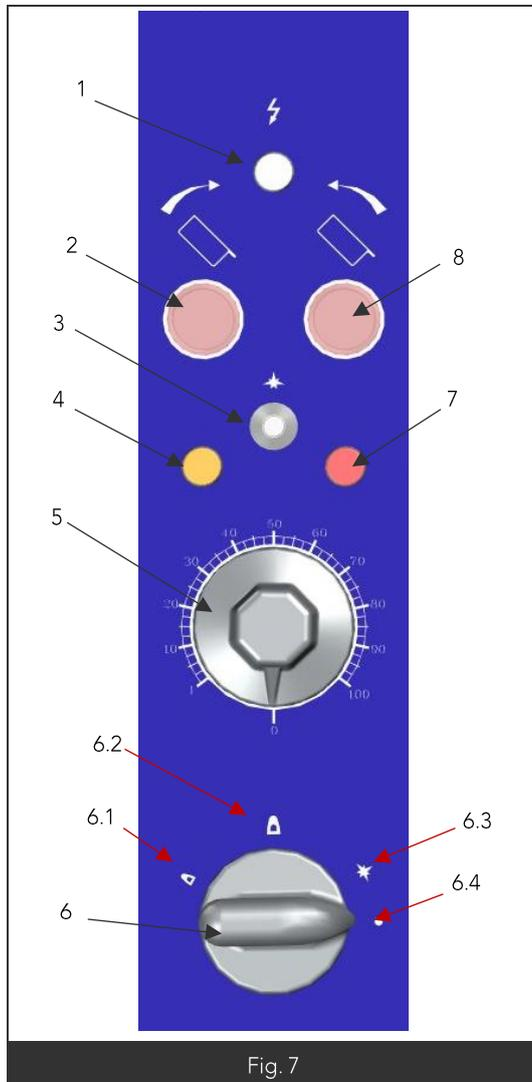

Fig. 7
- L'appareil étant sous tension le voyant blanc est allumé (Fig7 Rep1)
- Pousser et tourner la manette de commande gaz du brûleur (Fig7 Rep6) jusqu'à la position veilleuse/allumage (Fig7 Rep6.3)
- Pousser a fond la manette en la maintenant sur cette position pendant une quinzaine de seconde en appuyant sur le bouton poussoir d'allumage (Fig7 Rep3).
- Une fois la veilleuse allumée, tourner la manette gaz (Fig7 Rep6) jusqu'à la position débit maxi (Fig7 Rep6.2) votre brûleur fonctionne à sa puissance.
- Tourner la manette du doseur (Fig7 Rep5) jusqu'à la température désirée. L'appareil est en chauffe le voyant orange (Fig7 Rep4) s'allume.
- Pour basculer la cuve et la vidanger agir sur le bouton poussoir (Fig7 Rep2).
- Ramener la cuve en position horizontale avec le bouton inverse (Fig7 Rep8)